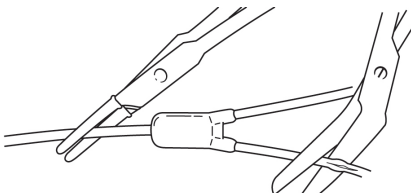

Fig. 11
2. Corte a parte danificada do tubo de extensão, deixando uma extensão de tubo suficiente para proceder à sua reparação. (Fig. 11)